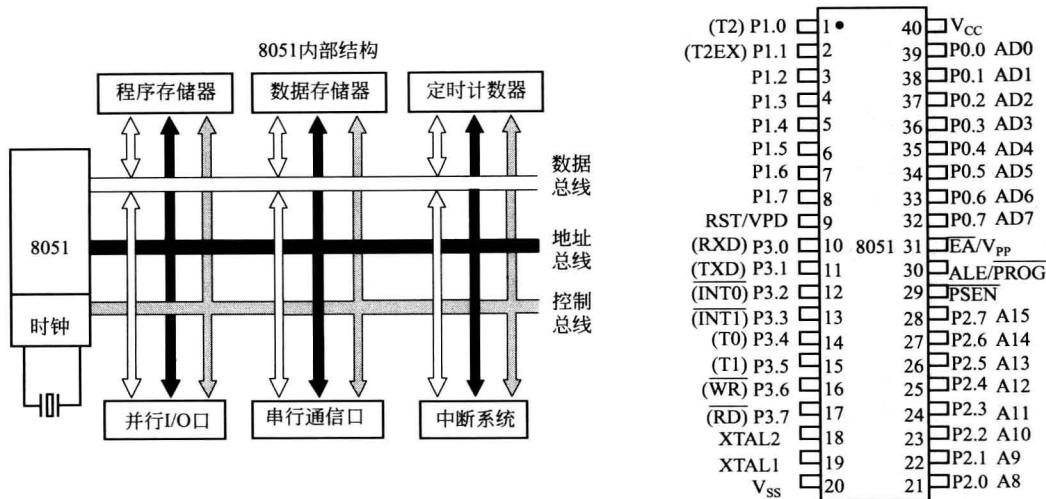

图 0-1 MCS-51 单片机的引脚和内部组成
(1) MCS-51 单片机的内部组成 MCS-51 单片机的引脚和内部组成如图 0-1 所示。通常采用 DIP 或 PLD 封装，其内核是 8051CPU，CPU 的内部集成有运算器和控制器，运算器完成运算操作（包括数据运算、逻辑运算等），控制器完成取指令、对指令译码以及执行指令。MCS-51 单片机的片内资源介绍如下。